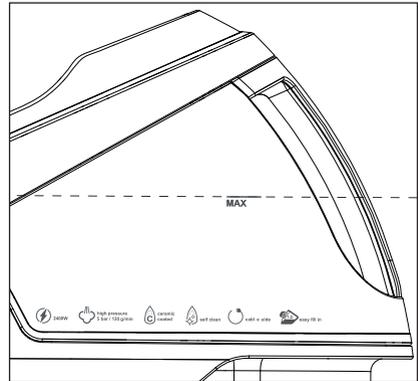

Fig. 3
- 3) Remplissez le réservoir à eau **7** au maximum jusqu'au repère **MAX** (voir fig. 3). Videz la quantité d'eau versée en trop en utilisant l'orifice de remplissage. La quantité de remplissage maximale du réservoir à eau **7** est d'env. 1,2 L.